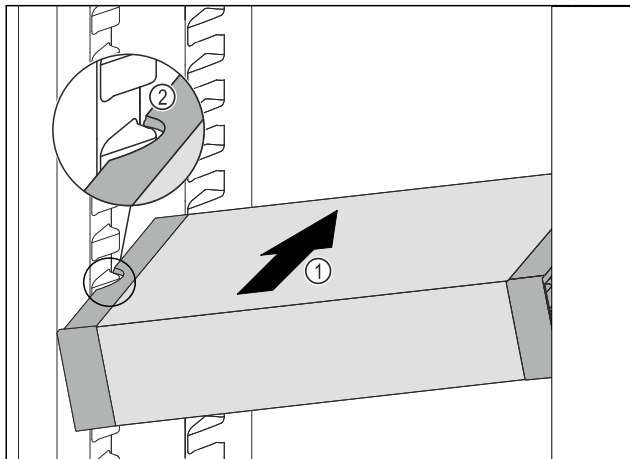

Fig. 129
- Insérer le VarioSafe en biais dans la partie réfrigérateur Fig. 129 (1) jusqu'à ce que les encoches latérales Fig. 129 (2) du VarioSafe se trouvent à la hauteur de la nervure du bac dans la partie réfrigérateur.